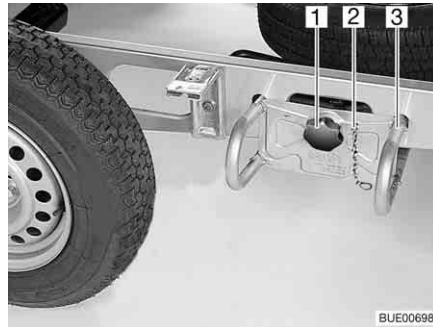

Fig. 235 Soporte para la rueda de repuesto
- Desenganchar la cadena de seguridad (Fig. 235,2).
- Aflojar y desenroscar el tornillo de mando estrellado (Fig. 235,1).
- Extraer el portador de la rueda de repuesto (Fig. 235,3) unos 10 cm y depositarlo en el piso.